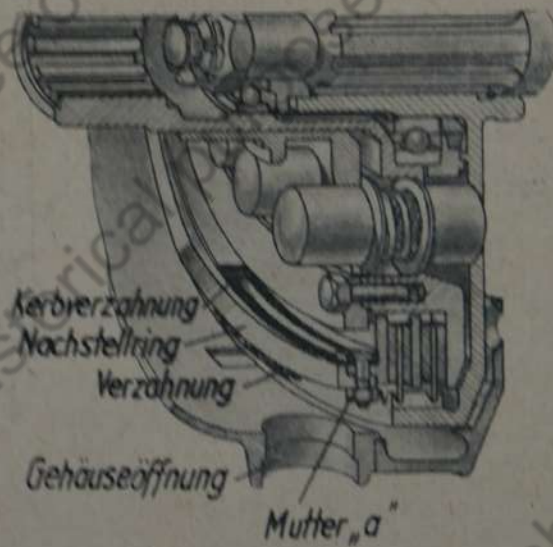

Bild 3
2. Durch kurzen Druck auf den Anlasserdruckknopf die 3 Muttern „a“ (Bild 3) nacheinander an runde Öffnung im Gehäuse bringen.
5. Die 3 Muttern „a“ (Bild 3) mit „Sonderschlüssel“ fest anziehen.